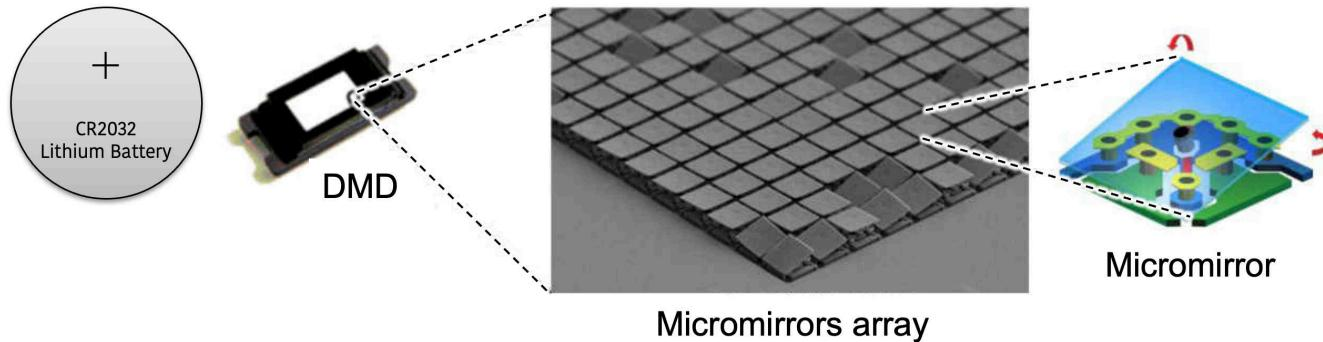

图 3-1. 数字微镜器件
德州仪器 (TI) 的 DLP 技术是一种利用数字微镜器件 (DMD) ( 如图 3-1 所示 ) 来调制光的快速开关微机电系统 (MEMS) 技术。DMD 在分辨率和尺寸方面各不相同，可包含 8 百万多个微镜。每个微镜可以表示显示器上的一个或多个像素。微镜是独立控制的，并与彩色顺序制照明同步，可在几乎任何表面上产生炫丽的图像。在某些情况下，DLP 芯片的速度、专有算法和位于光学引擎内的光学传动器共同作用，可以增大像素密度，实现小至  $2.7 \mu\text{m}$  ( $2.7 \mu\text{m}$  : 使用 4 路传动器的  $5.4 \mu\text{m}$  TRP 像素节点) 的有效像素间距。